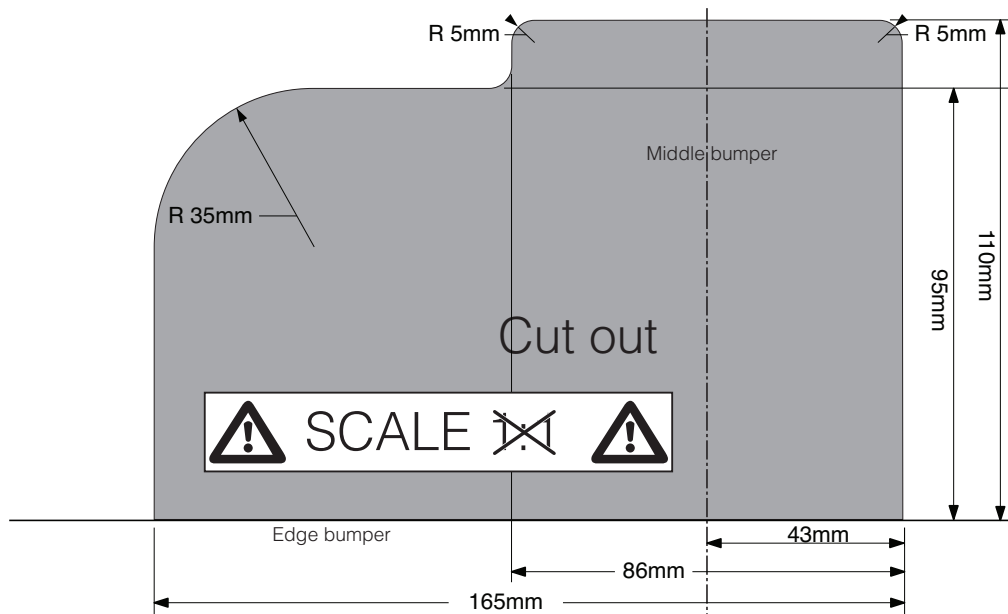

Fig. 2
8. Выпилить часть из бампера в середине снизу, как указано на рис.2, 3 или 4.